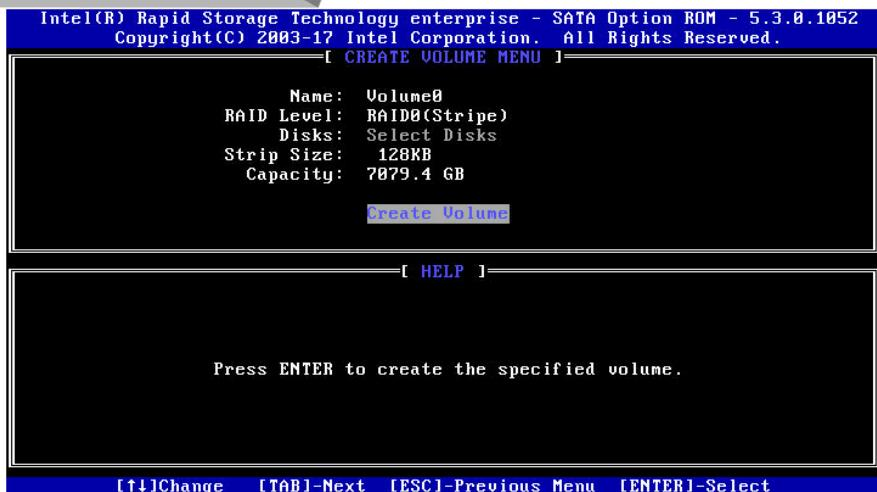

图 5-9
11. 创建的 RAID 会在程序主菜单界面显示相关参数信息，如图 5-9 所示；